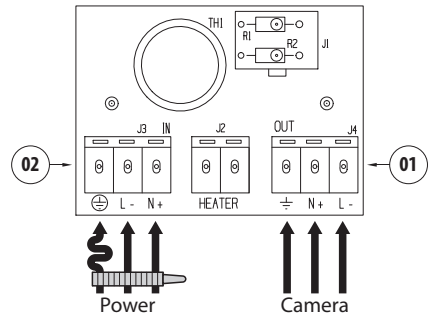
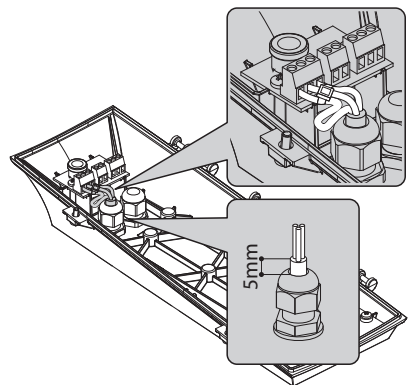

Fig. 07
Fig. 08
Schließen Sie die Kamerastromkabel (Fig. 07, Seite 7) an den auf der Karte OUT markierten Verbinder (01) nach den Piktogrammen an. Schließen Sie das externe Stromkabel (Fig. 07, Seite 7) an den auf der Karte IN markierten Verbinder (02) nach den Piktogrammen an. Schließen Sie das Netzkabel (Fig. 08, Seite 7). Achten Sie darauf, dass der Erdleiter mindestens 10mm länger gelassen wird als die anderen Kabel. Die Leiter des Versorgungskabels müssen in Klemmennähe fest miteinander verbunden werden.